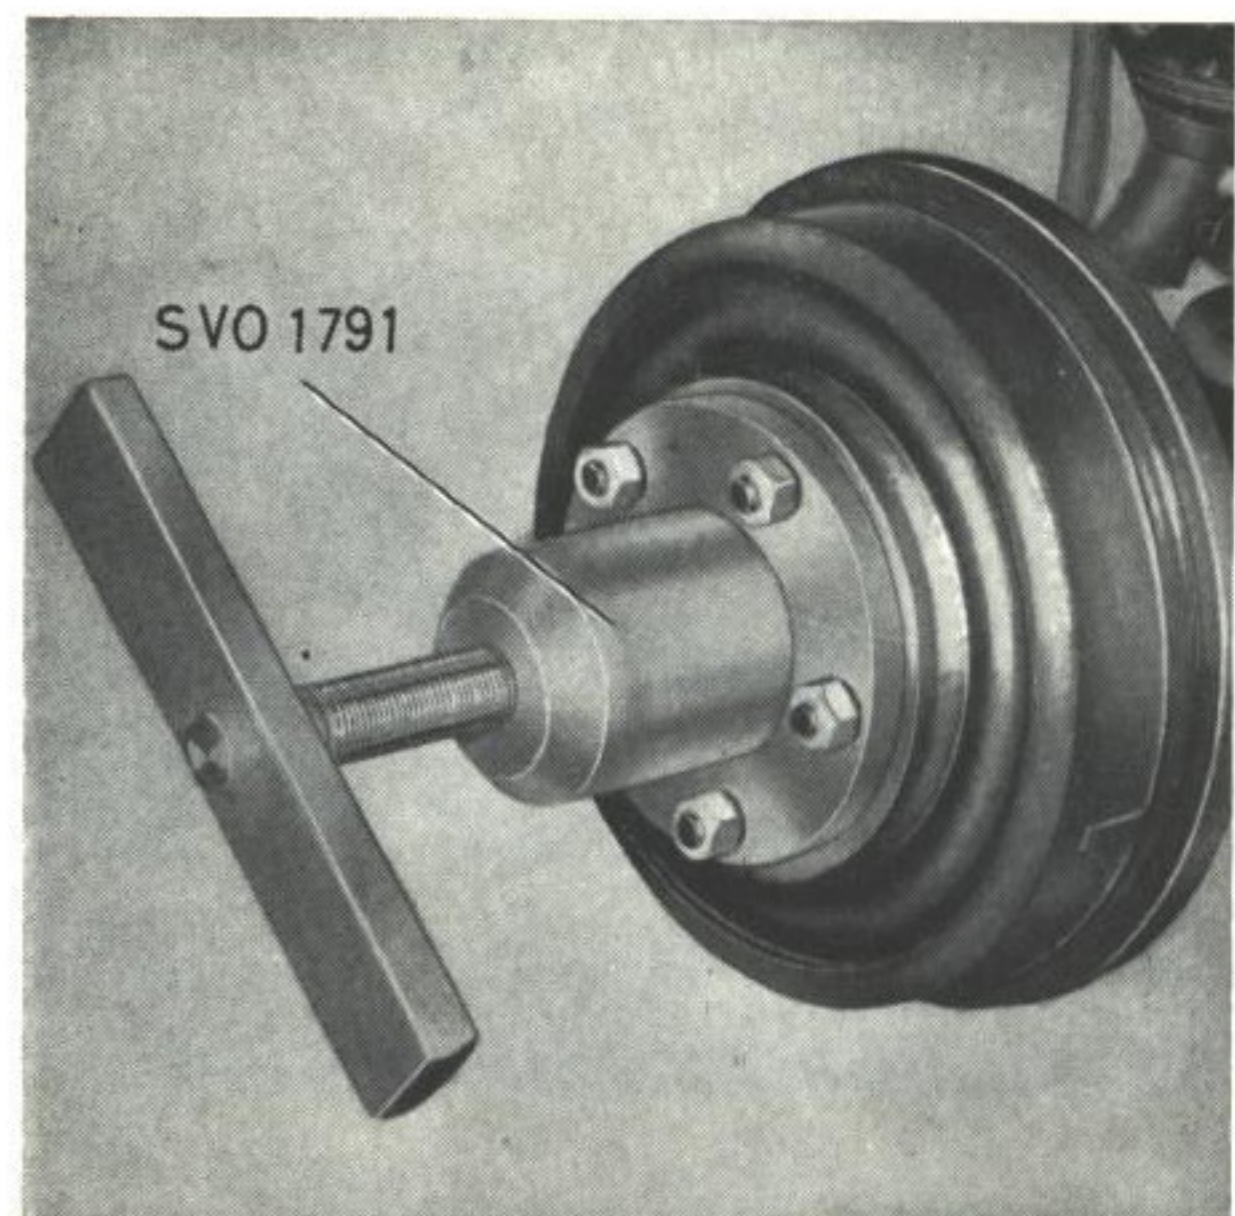

Bild 1. Demont. av hjulnav.
1. Tag bort hjulet och drag av hjulnavet, bild 1. Använd avdragare SVO 1791. Tag bort bromsskölden efter att ha placerat en träklots under bromspedalen och lossat bromsledningen från skölden.
1. Tag bort hjulet och drag av hjulnavet, bild 1. Använd avdragare SVO 1791. Tag bort bromsskölden, efter att ha placerat en träklots under bromspedålen och lossat bromsledningen från skölden.
2. Lyft av bakhjulen och skruva av bakaxelmutterarna (2).
3. Drag av bakhjulsnaven (6) med frumror. Använd avdragare SVO 1791, bild 1. (Handbromsen lossad, ev. nedjustering av bromsbackarna.)
5. Skruva bort de fyra skruvarna (46) för bromssköldarna och tag bort dessa. Se till att inga justermellanlägg (47) tappas eller skadas.